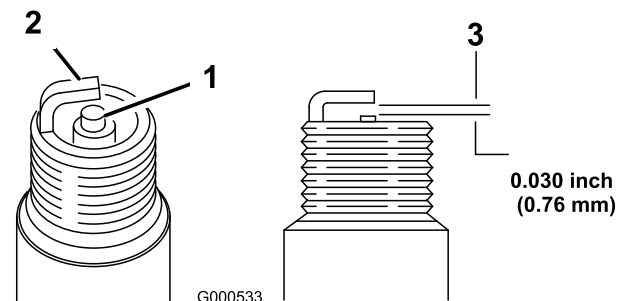

Figure 35
1. Examinez le centre de la bougie (Figure 35). Si le bec de l'isolateur est recouvert d'un léger dépôt gris ou brun, le moteur fonctionne correctement. S'il est
2. Contrôlez l'écartement entre l'électrode centrale et l'électrode latérale (Figure 35). Courbez l'électrode latérale (Figure 35) si l'écartement est incorrect.